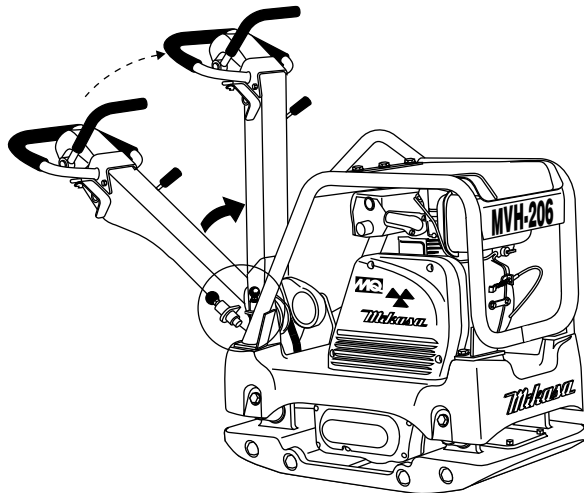

Figure 23. Rangement du levier
1. Poussez le levier vers le haut (Figure 23) jusqu'à ce que le levier soit verrouillé en place.